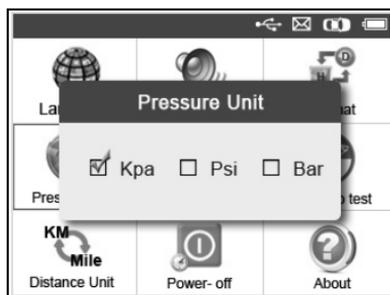

Imagen 3.6
- 2) Desde la pantalla de **unidad de presión**, utilice el botón de desplazamiento **IZQUIERDA/DERECHA** para seleccionar la unidad deseada. **kPa**, **psi** o **bar**. (Imagen 3.6)